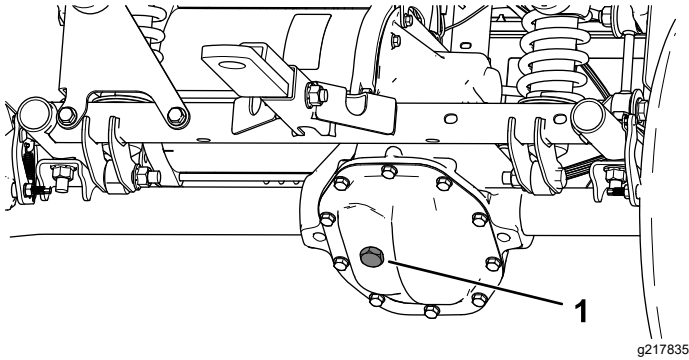

Figura 52
4. Togliete il tappo di riempimento sul transaxle (Figura 52).
5. Se il livello del fluido è basso, togliete il tappo di riempimento e aggiungete il fluido specificato finché non fuoriesce (Figura 52).
4. Togliete il tappo di riempimento sul transaxle e riempite il transaxle con il fluido indicato sinché non fuoriesce dal foro di riempimento (Figura 52).